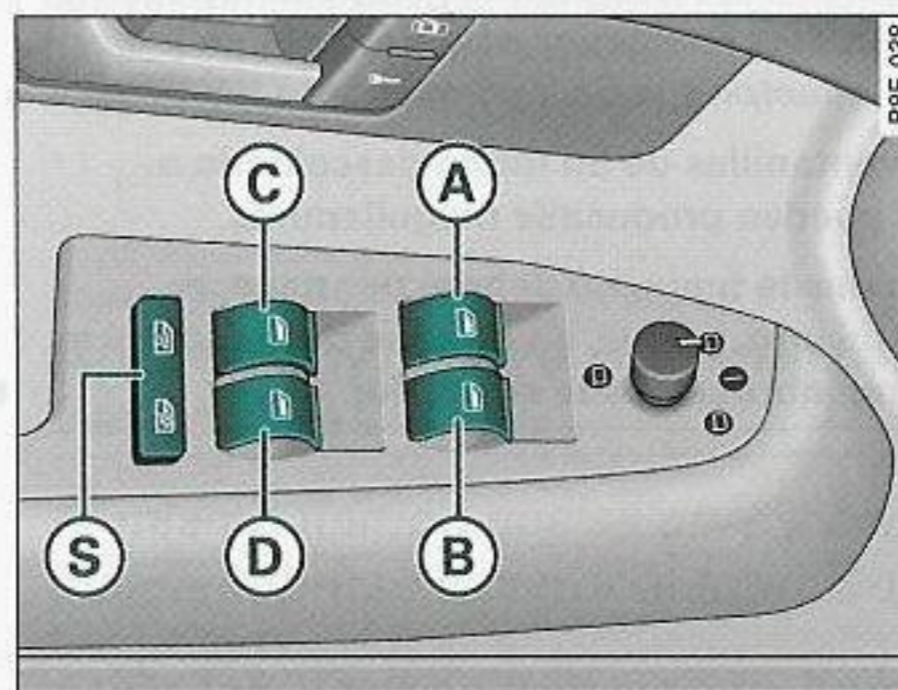

Fig. 54 Detalle de la puerta del conductor: Mandos.
- (A) Conmutador ⇒ *página 71, fig. 54* para la ventanilla de la puerta del conductor
- (B) Conmutador para la ventanilla de la puerta del acompañante
Con el interruptor de seguridad ⇒ *página 71, fig. 54* (S) es posible desconectar los interruptores de las puertas traseras. Sólo cuando este interruptor está bajado será posible abrir y cerrar las ventanillas desde los asientos traseros.